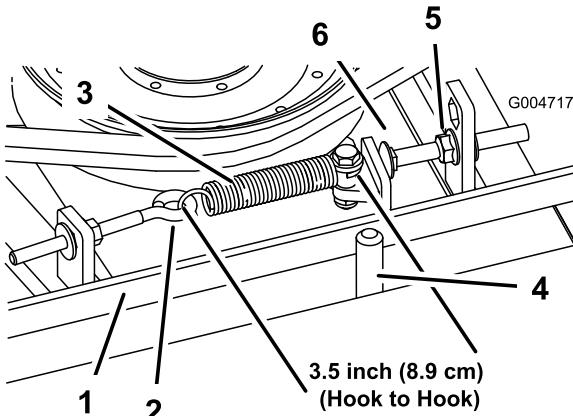

Bild 93
Bei richtiger Spannung sollte die Messung innen an der Verlängerungsfeder (Haken zu Haken) ungefähr $8,3\text{ cm} \pm 9,5\text{ cm}$ betragen. Wenn die Federspannung richtig ist, stellen Sie die Anschlagschraube (Schlossschraube) ein, bis der Abstand zwischen dem Schraubenkopf und dem Spannarm ungefähr 2-55 mm beträgt (Bild 93).
Hinweis: Achten Sie darauf, dass der Riemen auf der Federseite der Riemenführung positioniert ist (Bild 93).
2. Lösen Sie den Augenbolzen, um die Verlängerungsfeder abzunehmen (Bild 93).
3. Lösen Sie die Bundmutter, mit der die Anschlagschraube an der Befestigungsnase befestigt ist, und schieben Sie die Spannscheibe vom Riemen weg, um die Riemenspannung zu lösen (Bild 93).
9. Setzen Sie die Verlängerungsfeder (Bild 93) wieder in den Augenbolzen ein und spannen Sie den Riemen wie folgt: